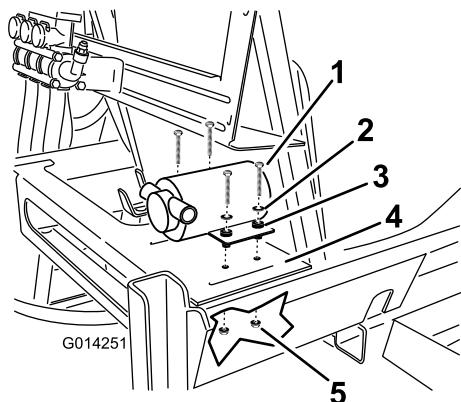

Figura 19
1. Monte la bomba del depósito de enjuague al bastidor del depósito situado en la plataforma del lado trasero derecho del depósito principal, tal y como se muestra en la Figura 19.
2. Sujete la bomba del depósito de enjuague al bastidor con 4 pernos, 4 arandelas y 4 contratuerzas (Figura 19).